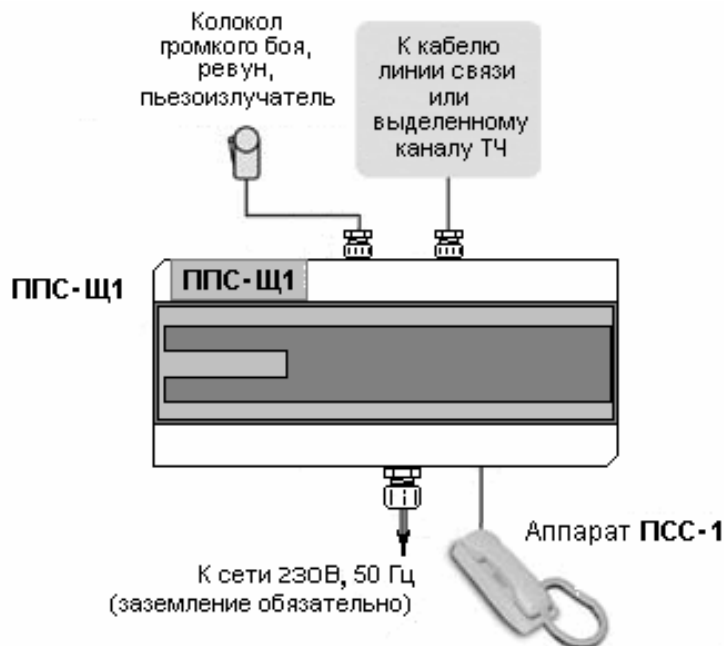

Рисунок 1.1
1.1.1 Устройство сопряжения и защиты ППС-Щ1 МИРК.468354.009 (см. рисунок 1.1) предназначено для установки и работы в составе аппаратуры в промежуточных пунктах связи (ППС) с целью обеспечения функций, приведенных в таблице 1.1.